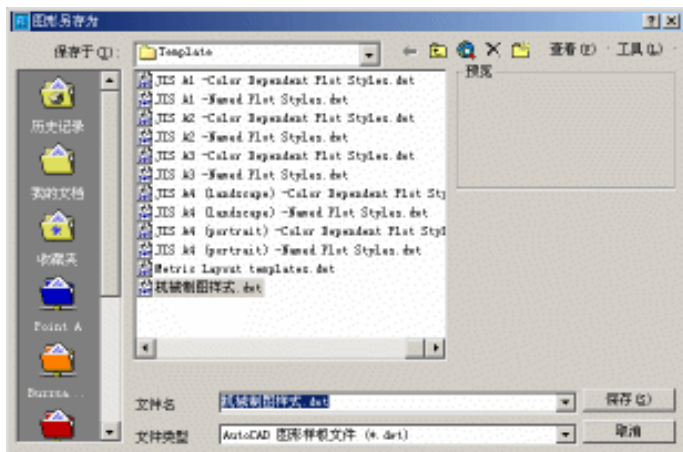

图 6-45
(7)单击【文件】下拉菜单中的【另存为】选项，打开【另存为】对话框，设置“文件类型”为 AUTOCAD 图形样板文件，“文件名”为机械制图样式。如图 6-45 所示：